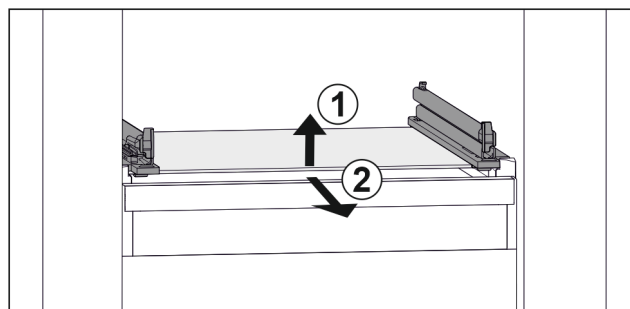

Fig. 45 Примерное отображение стеклнной пластины
- ▶ Приподнимите стеклнную пластину спереди. Fig. 45 (1)
- ▶ Извлеките стеклнную пластину движением вперед. Fig. 45 (2)